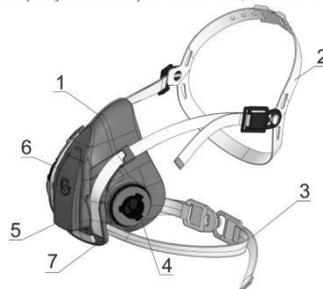

Рис.1 – Полумаска из изолирующих материалов «БРИЗ®-4206(НОТ)»
1.4.1 Полумаска «БРИЗ®-4206» (рис. 1) состоит из корпуса полумаски (поз. 1), регулируемого оголовья (поз. 2) размещающегося на затылке пользователя и соединенного с корпусом полумаски эластичным ремнем крепления для обеспечения надежной фиксации полумаски, эластичного нашейного ремня крепления (поз. 3) плотно фиксирующего полумаску на подбородке пользователя. Корпус полумаски изготовлен методом комбинированного литья и представляет собой неразъемную комбинацию
- убедиться в том что «рычаг системы реверсивной активации (деактивации) «режима эксплуатационной готовности» (рис. 1, поз. 7) находится в нижнем положении, надеть полумаску так, чтобы подбородок и нос разместились внутри полумаски, а оголовье оказалось на затылке;
2.3.7 Полумаска снабжена системой реверсивной активации (деактивации) «режима эксплуатационной готовности», осуществляемого за счет изменения положения рычага (рис. 1, поз. 7) на корпусе полумаски. При поднятом рычаге, натяжение ремней крепления оголовья уменьшается, и полумаска может быть спущена на подбородок. В таком положении полумаску можно использовать без снятия ее с головы в режиме отдыха и при нахождении в незагрязненной атмосфере (рис.3). Для приведения в рабочее положение рычаг опускается вниз, полумаска возвращается на место.